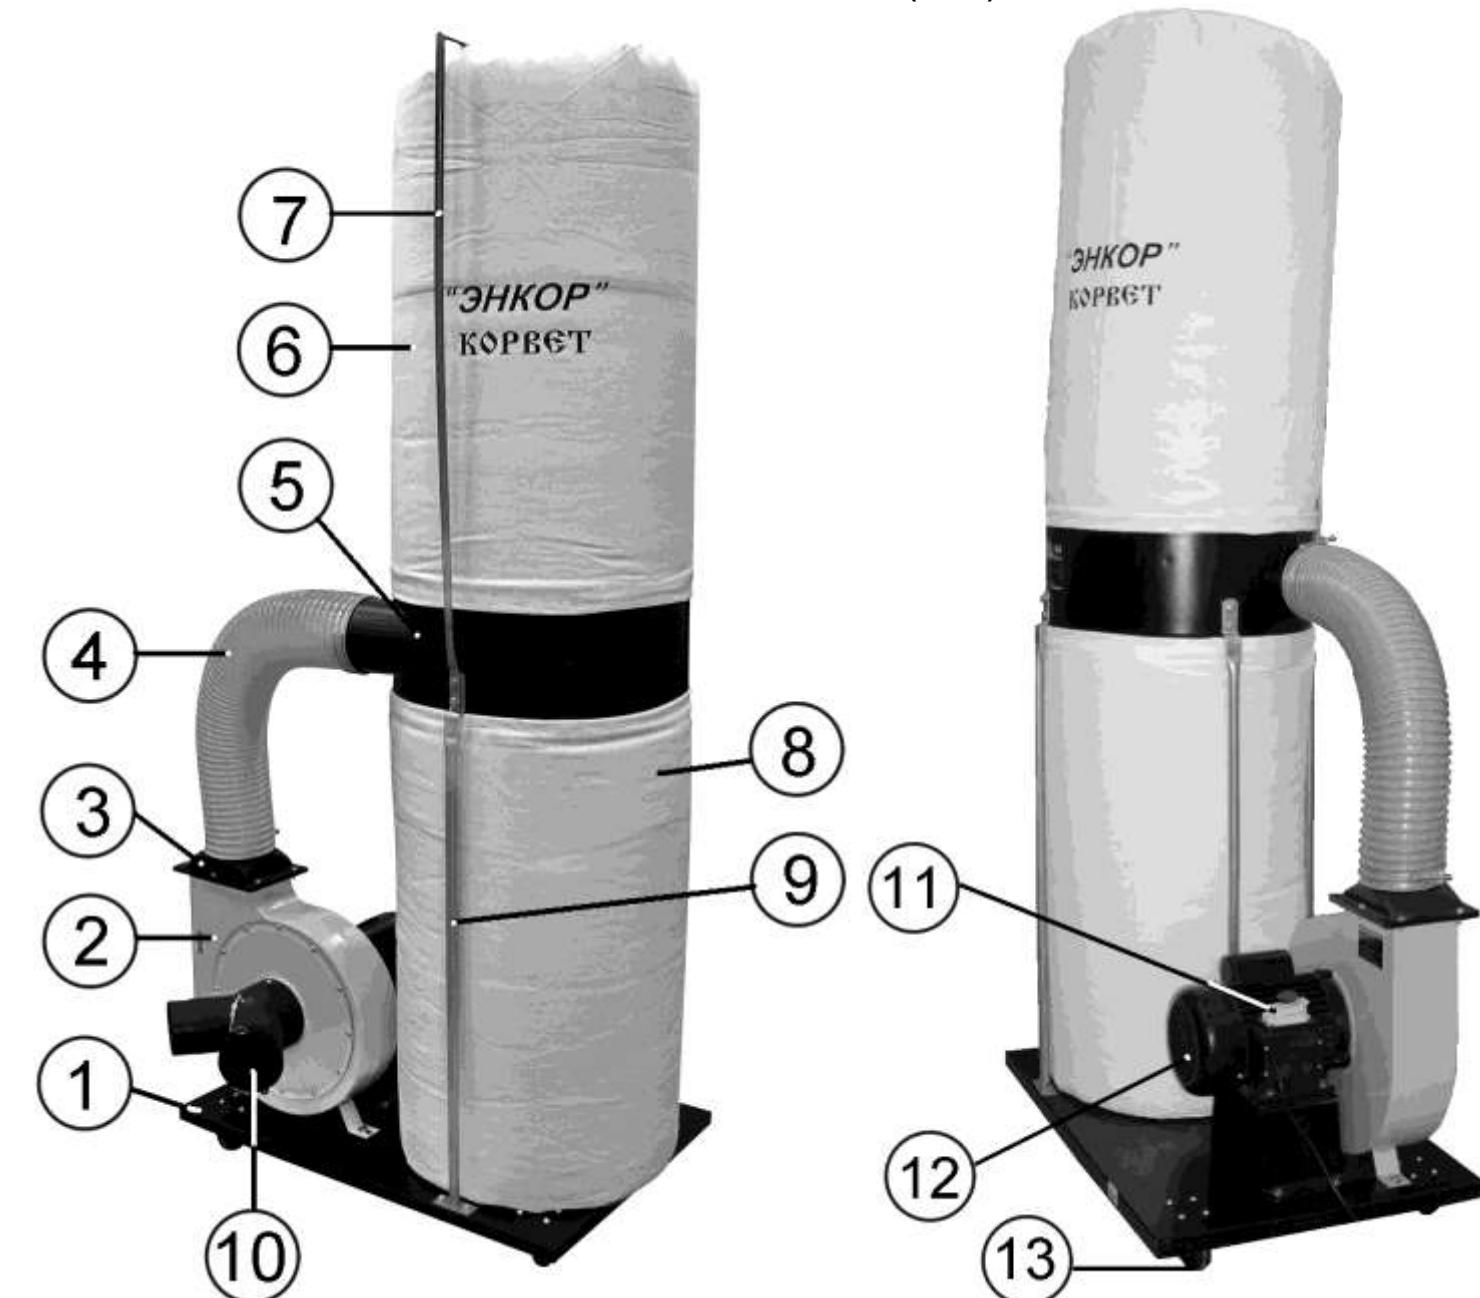

Рис.2.
6. УСТРОЙСТВО ПЫЛЕСОСА (Рис.2)
8.8. Закрепите винтом входной переходник (10) на входном патрубке корпуса вентилятора (2), Рис.2.